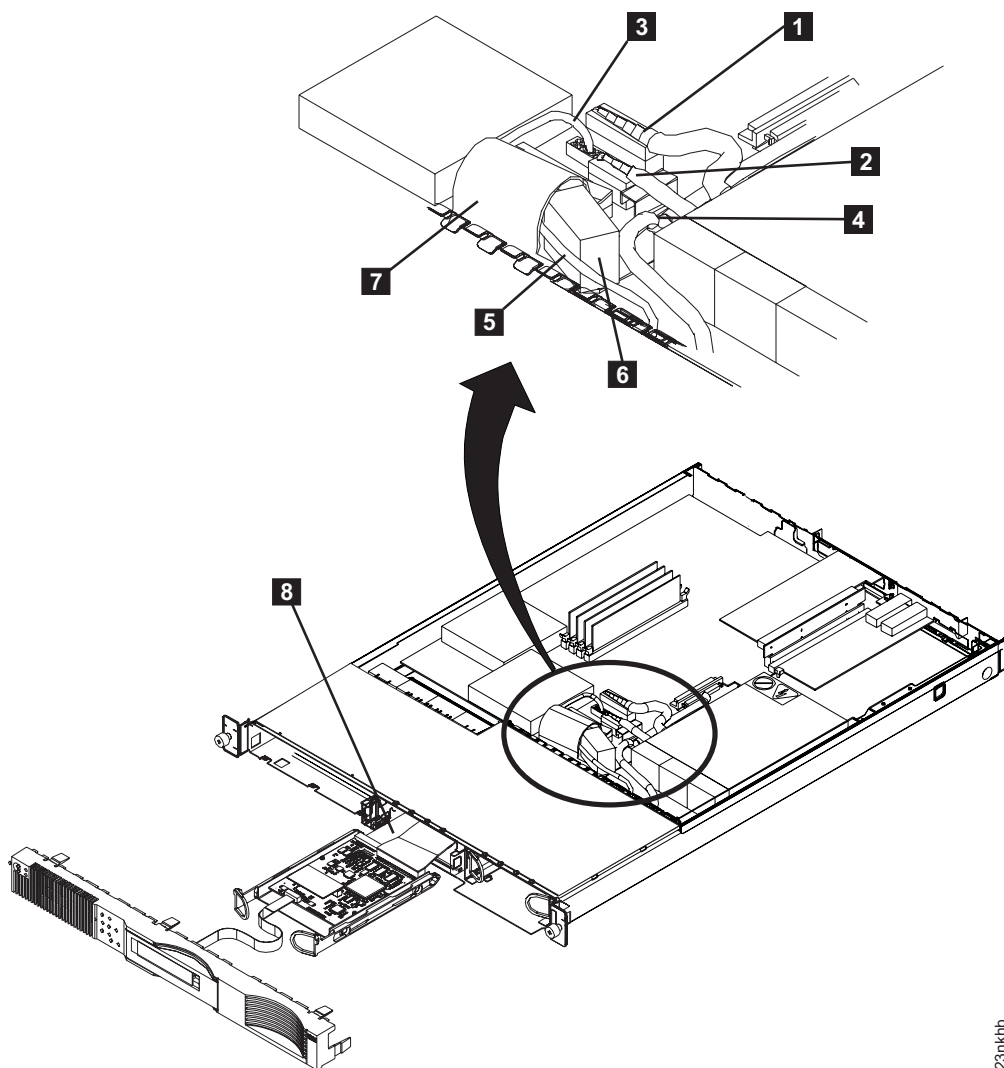

図 103. SAN ボリューム・コントローラー 2145-4F2 用のサービス・コントローラー・ケーブル
5. 電源コネクタ P1 **1** と電源コネクタ P2 **2** のラッチを押して、それらをシステム・ボードから切り離します。444 ページの図 103 を参照してください。